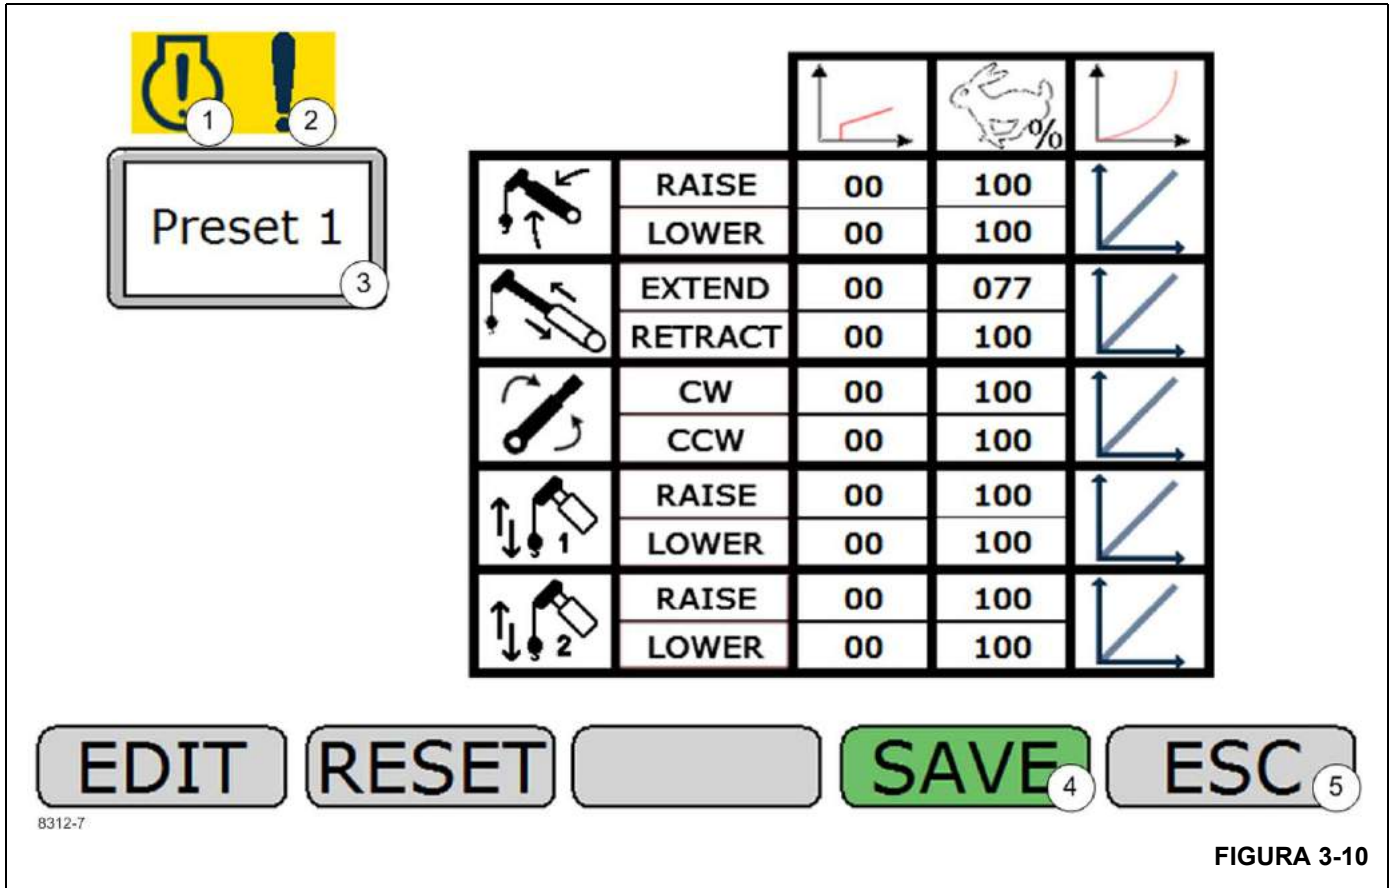

FIGURA 3-10
Tela de modificação de predefinições 4 (Figura 3-10)
Indicador ativo de falha do motor (1) (Figura 3-10)